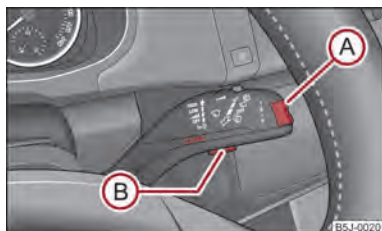

Fig. 7 Display informazioni: Comandi
- Il **Main menu (menu principale)** si attiva premendo il tasto a bilico **(A)** ⇒ fig. 7 per più di 1 secondo.